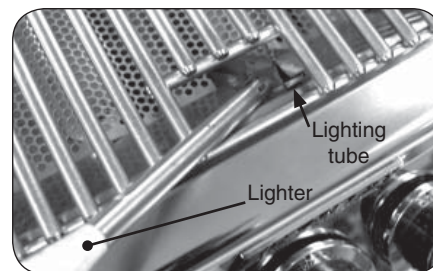

Fig. 18-2 - Éclairage manuel
2. Passez un allumeur brûlant de butane de long-baril ou une allumette brûlante de long-tige dans les grilles à cuire au dessus du tube d'éclairage. (Fig. 18-2). Pour des backburners, tenez la flamme contre le matériel perforé du backburner. Pour des sideburners, tenez la flamme contre le brûleur.